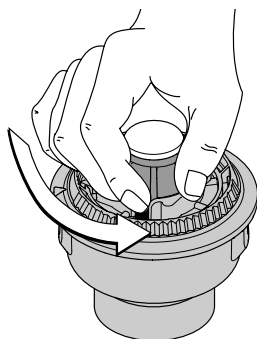

Fig. 49
- Tenez la bobine extŽrieure et dŽvissez le bouton de butŽe ^ gauche (Fig. 49).